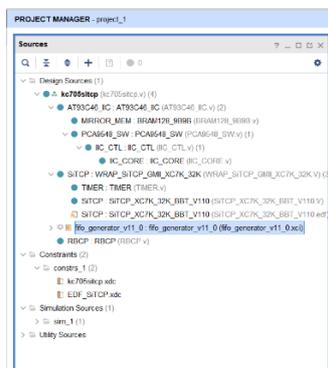

図 4-22 [PROJECT MANAGER] - [Sources]ビュー
(14) FIFO Generator で IP コアを生成したら、[PROJECT MANAGER]の[Sources]ビューで、各ファイルが図 4-22 のようにツリー表示されることを確認します。